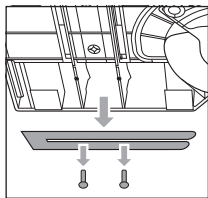

Fig. 1
- ◆ Togliere le clip di bloccaggio **8** dal lato inferiore del prodotto e rimuovere le aste di guida **7** (vedere fig. 1).